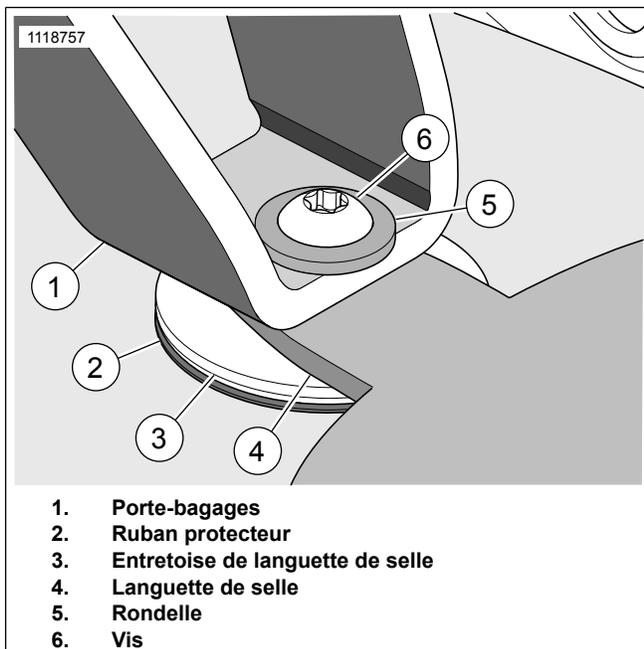
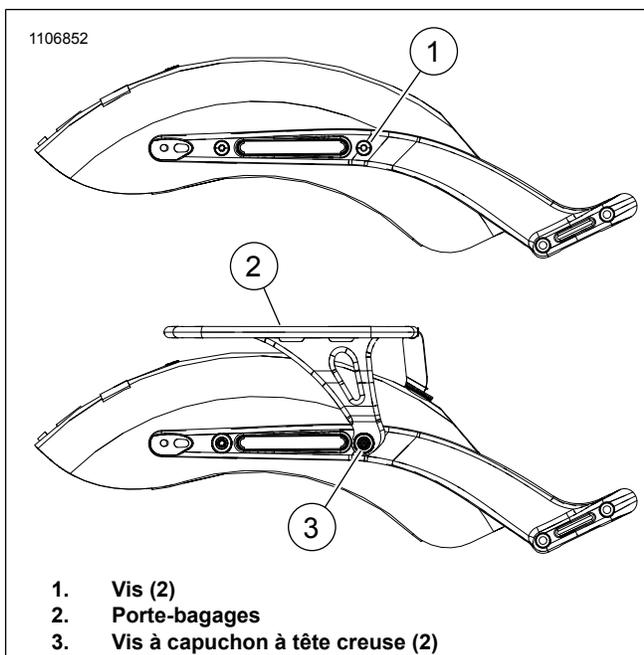

Figure 3. Pose de la visserie
Figure 4. Kit 50300120
6. Voir Figure 3. Placer le ruban protecteur (2) sur le garde-boue.
10. Voir Figure 4. Déposer les vis (1) du garde-boue.
- Positionner le porte-bagages (2) sur le garde-boue.
- Voir Figure 3. Aligner l'orifice du porte-bagages (1) sur celui de la languette de selle (4).
- Poser, sans les serrer, la rondelle (5) et la vis (6).
- Voir Figure 4. Aligner les orifices de la plaque latérale du porte-bagages sur le garde-boue.
- Poser, sans les serrer, les deux vis à capuchon à tête creuse (3) pour maintenir le porte-bagages en place
- Déposer une vis à capuchon à tête creuse (3) et appliquer du frein filet.